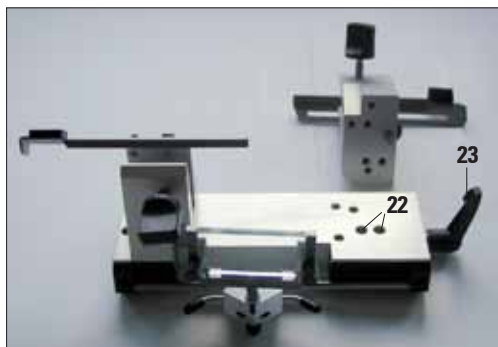

Fig. 11
2. Lossa spaken (23, fig. 11) på knivhållarens högra sida och ställ in släppningsvinkeln på "0" (skalmärket (25) måste vara i linje med fig. "0"). Dra åt spaken (23, fig. 11). Om du inte är nöjd med snittningsresultaten ökar du släppningsvinkelinställningen i steg på 1° tills du får önskat resultat.
Ställ först in en släppningsvinkel på '0'. Det gör du genom att lossa spaken (23, se fig. 11) och sätta skalmärket (26) i linje med fig. '0' på skalan (27) för släppningsvinkeln. Dra åt spaken (23) igen. Om du inte är nöjd med snittningsresultaten ökar du långsamt släppningsvinkeln i steg på 1° tills du får önskad snittkvalitet.